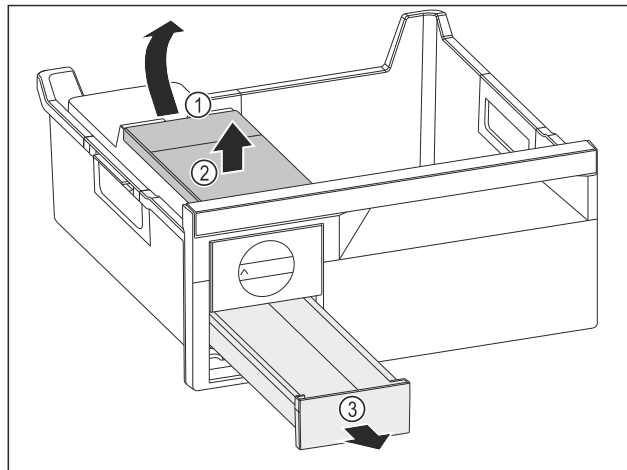

Fig. 104
- ▶ Vađenje spremnika za vodu: Podignite spremnik za vodu na otvoru Fig. 104 (1).
- ▶ Izvadite spremnik za vodu Fig. 104 (2) prema gore.
- ▶ Izvadite ladicu Fig. 104 (3) prema naprijed.